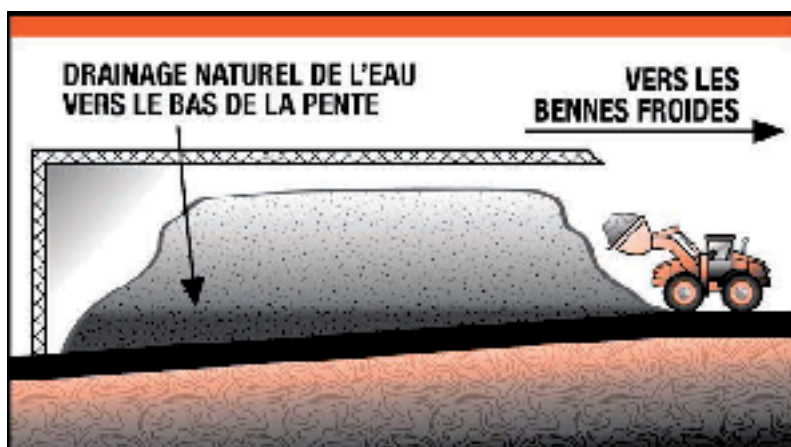

FIGURE 4
- se munir d'un support incliné. Une pente minimale de 6 % du support permet un drainage adéquat des piles de GBR. Il est alors de mise de ramasser les granulats avec la chargeuse, dans le haut de la pente (figure 4);